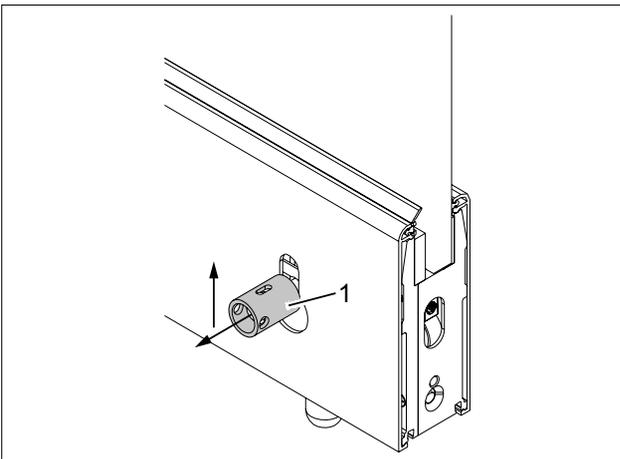

Abb. 34 Hülse ziehen
5. Hülse (Abb. 34/1) herausziehen und bis zum Anschlag nach oben drücken. Anschließend die Hülse wieder loslassen.